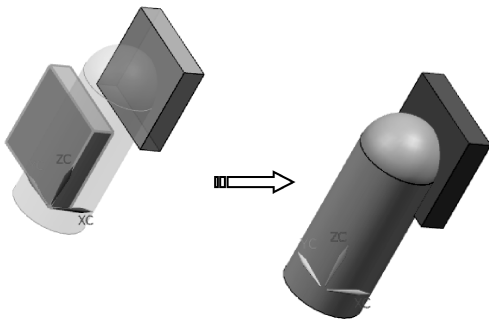

图 4-15 创建增量移动
- 04 增量移动。**在菜单栏中执行【编辑】|【移动对象】命令，选取要移动的对象，单击【确定】按钮后弹出【移动对象】对话框，设置运动变换类型为【增量 XYZ】，设置移动距离增量为 (4, -10, 24) 单击【确定】按钮完成移动，结果如图 4-15 所示。